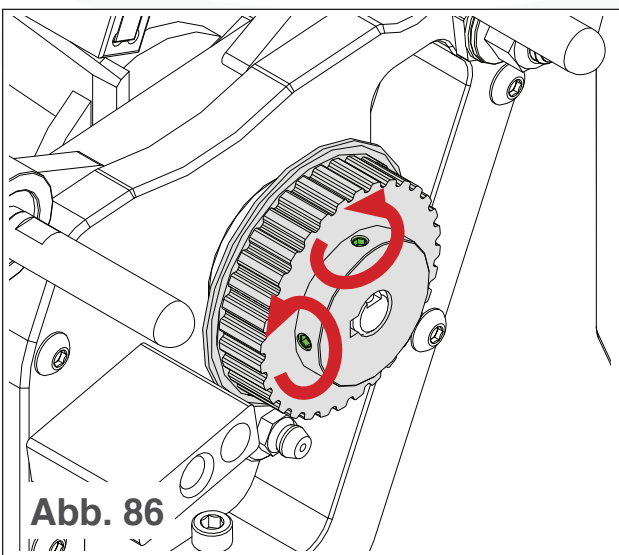

Abb. 86
5. Lösen Sie mit einem 2,5-mm-Innensechskantschlüssel die beiden Gewindestifte am Blatttrad (siehe Abb. 86).